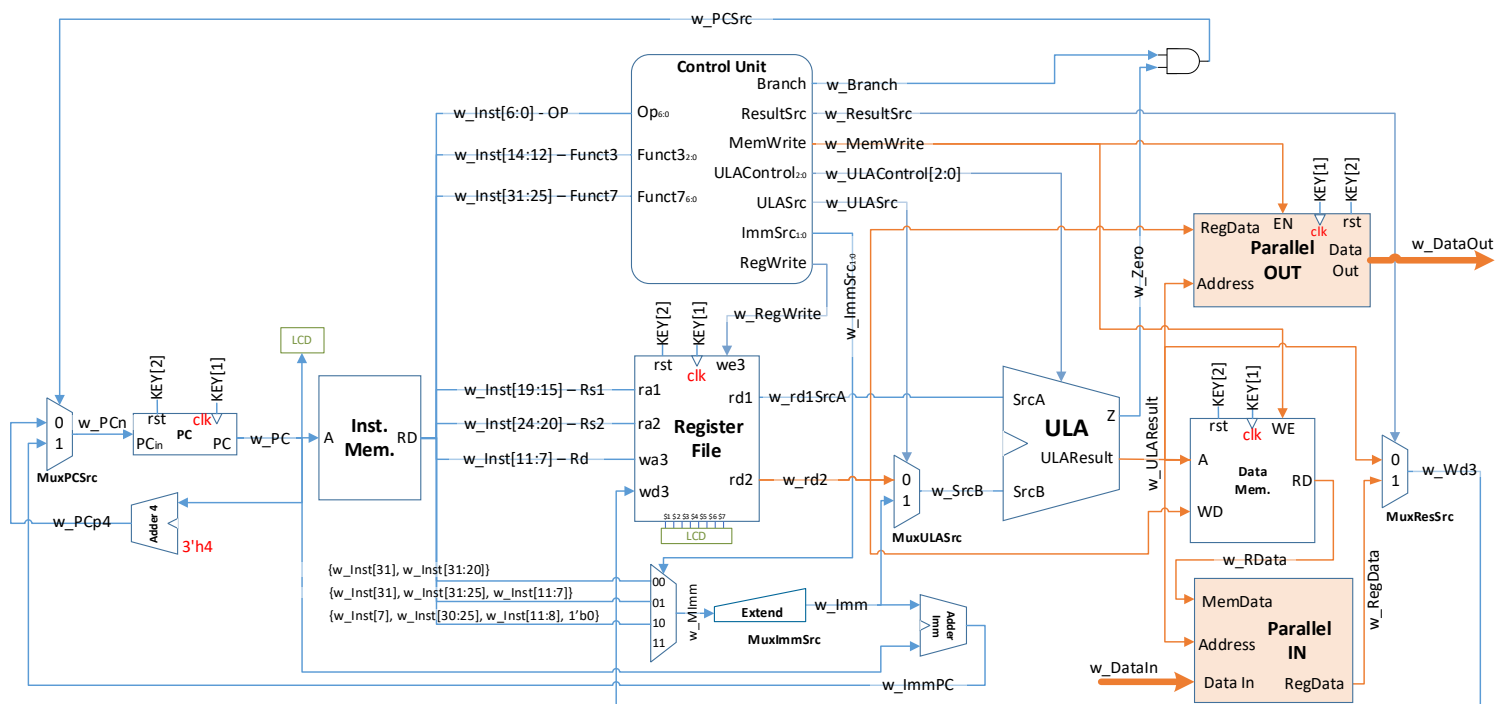

Figura 1 – CPU V1.0, memórias e porta de IO paralela de 8bits
- A sugestão de montagem final da CPU v1.0 está representada na Figura 1.